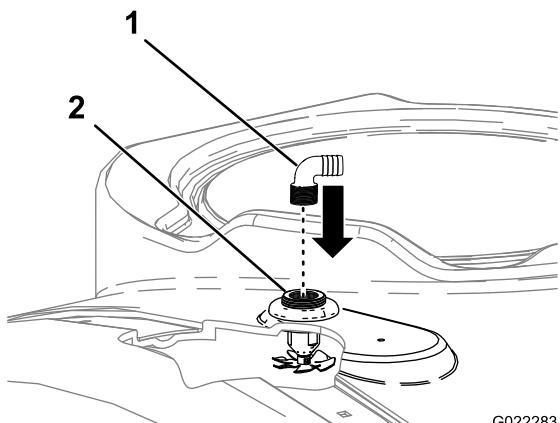

Figura 9
4. Montate le 2 dentellature del flessibile degli ugelli di lavaggio nelle aperture filettate dei diaframmi degli ugelli di lavaggio (Figura 9).